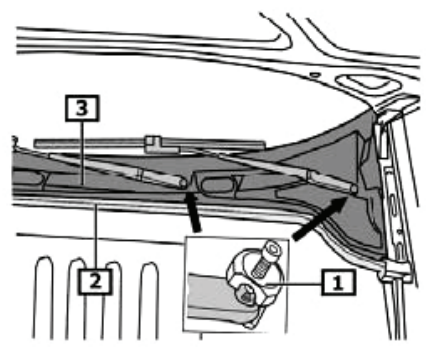

Fig. 3:
- Fig. 3 Gummidichtung (2) abziehen und Abdeckung der Scheibenwischerarme (3) abclippen.
- Befestigungsmutter (1) der Scheibenwischerarme lösen.
- Fig. 3 Remove rubber seal (2), and unclip cover for windshield wipers (3).
- Unscrew attachment nuts (1) on windshield wipers.
- Fig. 3 Déclipser le joint en caoutchouc (2) et le capuchon des balais d'essuie-glace (3), desserrer l'écrou de fixation (1) des balais d'essuie-glace.
- Fig. 3 Desprender la junta de goma (2) y retirar la cubierta de los limpiaparabrisas (3).
- Soltar la tuerca de sujeción (1) de los limpiaparabrisas.